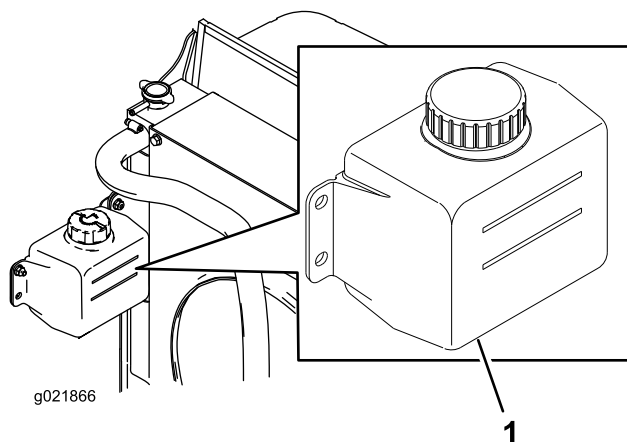

Figura 68
1. Compruebe el nivel de refrigerante en el depósito de expansión (Figura 68).